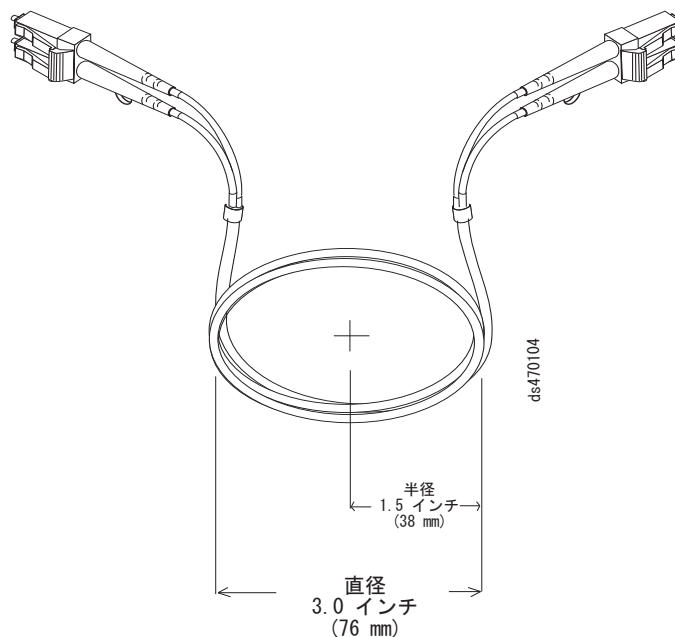

図 25. 光ファイバー・ケーブルの曲げおよびループに関する仕様
- 余分な、または未使用の光ファイバー・ケーブルを保管するときは、ケーブルを直径 76 mm (3 インチ) 未満または半径 38 mm (1.5 インチ) 未満に曲げないでください。また、ケーブルを折り返さないでください。60 ページの図 25 を参照してください。